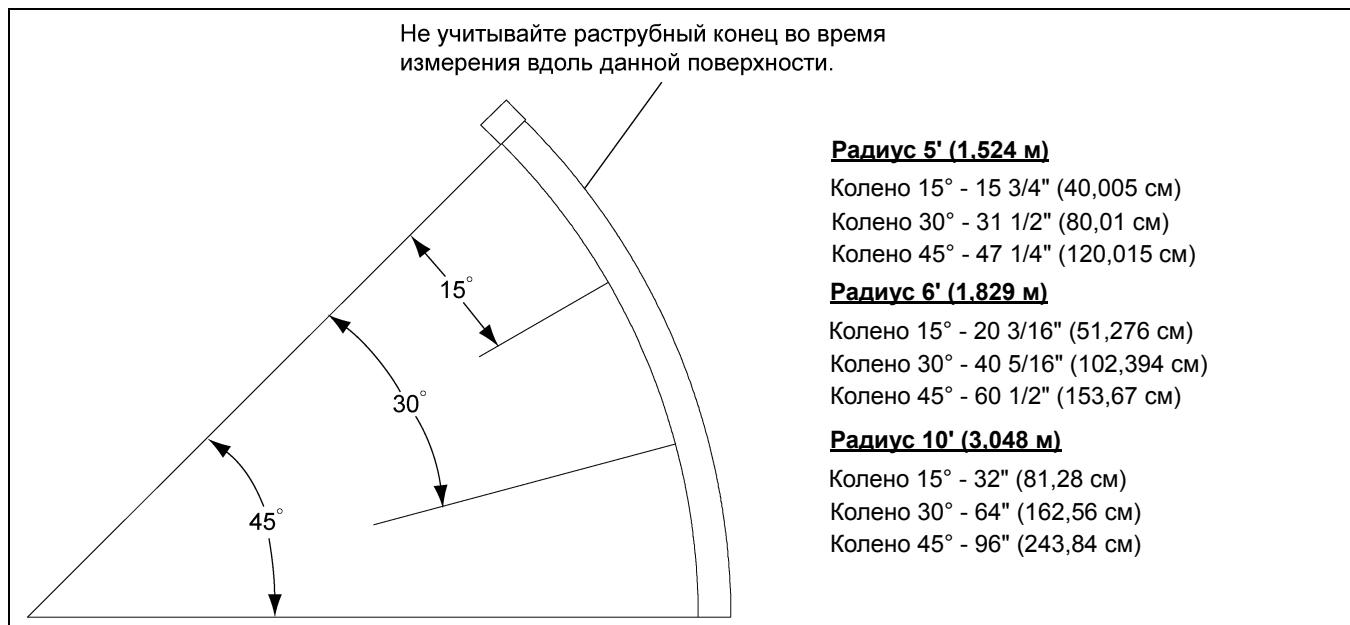

Рисунок 5К Схема обрезки колен с углом 45°
2. Вставьте колено трубы через отверстие в стене здания. Установите и обрежьте (при необходимости) колено так, чтобы трубопровод шнека был расположен горизонтально. См. рис. 5К на стр. 25, на котором приводятся размеры для обрезки колен под определенным углом.
9. Подвесьте трубы шнека и колена под потолком, расположив крепления с интервалом не менее четырех футов (4'). Если используются горизонтальные колена, устанавливайте под них опоры как минимум в двух (2) точках. В каждом комплекте деталей подвесного крепления имеются цепь и шурупы с квадратной головкой. Трубы должны быть установлены максимально прямо и горизонтально.